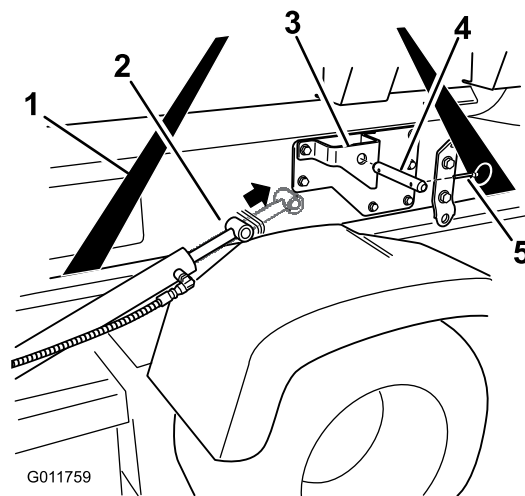

図 20
4. 昇降シリンダをタンク台のブラケットまで伸ばす。タンク台の各ブラケットについている取り付け穴にそれぞれのシリンダ・アームを合わせる (図 20)。